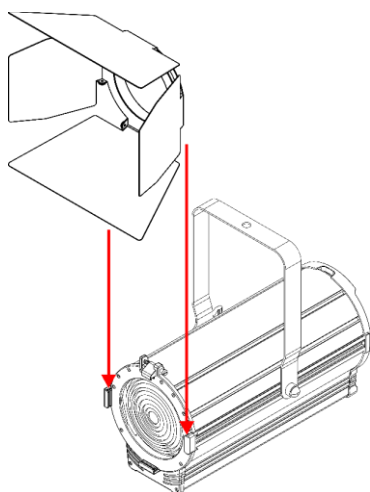

Fig. 12
- 02) Inserire le **alette frangiluce (18)** nei **supporti del portagelatina (04)** (vedere Fig. 12).